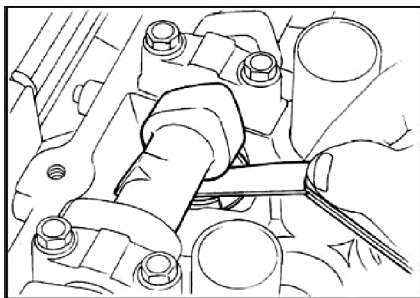

图 10-7 测量气门间隙
3) 如图 10-7 所示,在间隙中插入一个塞尺,并且在塞尺以最小的阻力被径直拉出时,读出塞尺上的厚度值。